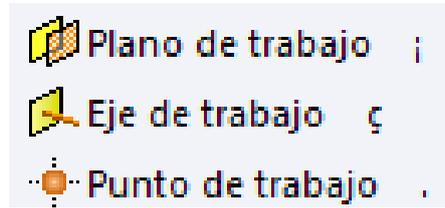

Figura 26. Herramientas para Elementos de referencias.
3.1.8.1. Elementos de referencia: Para el desarrollo de elementos auxiliares como punto, línea y plano, se utilizan las herramientas mostradas de la figura 26.